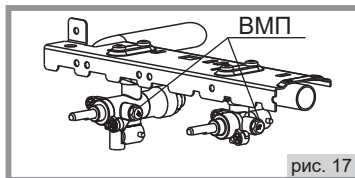

рис. 17
19.2. Проведение замены винтов малого пламени (ВМП) в кране-термостате и краях горелок стола (рис. 17, 18):